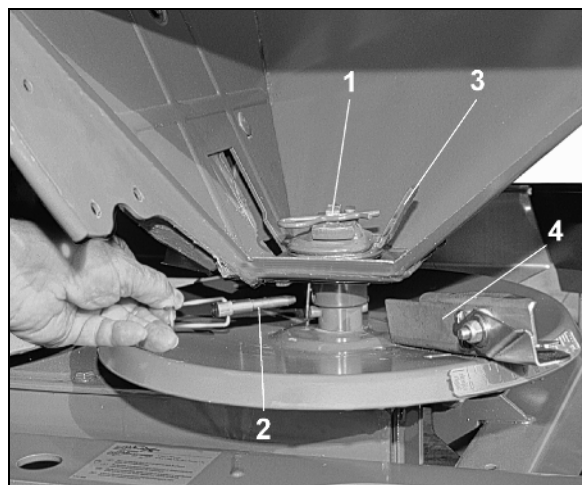

Fig. 88
1. Tag fjederstikket (Fig. 88/1) ud.
2. Tag rørehovedforsatsen (Fig. 88/2) af.